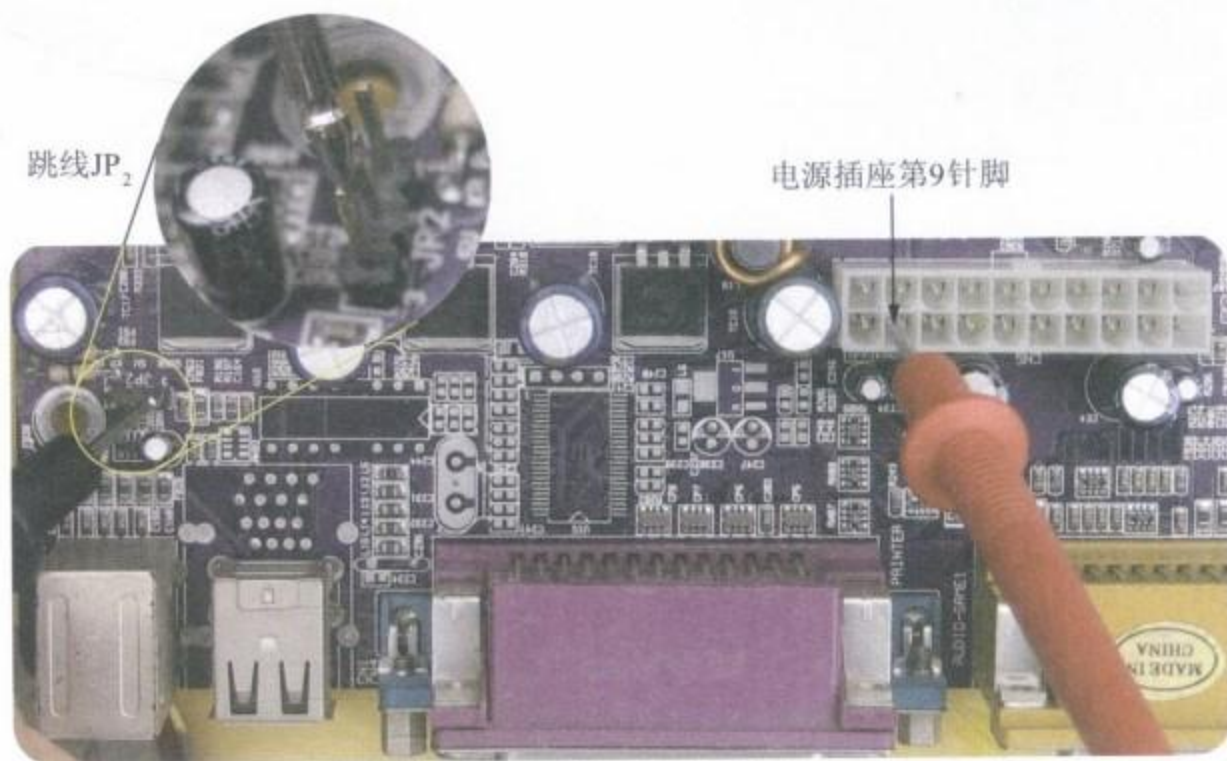

图5-32 测量键盘、鼠标接口的供电
Step 01 将万用表调到“蜂鸣”挡，测量电源插座第9针脚到跳线JP₂第3针脚的线路，如图5-32所示。